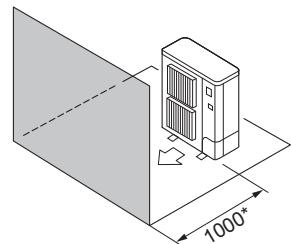

Fig. 2-6
- ④ Yalnızca öndeği engeller (Fig. 2-6)